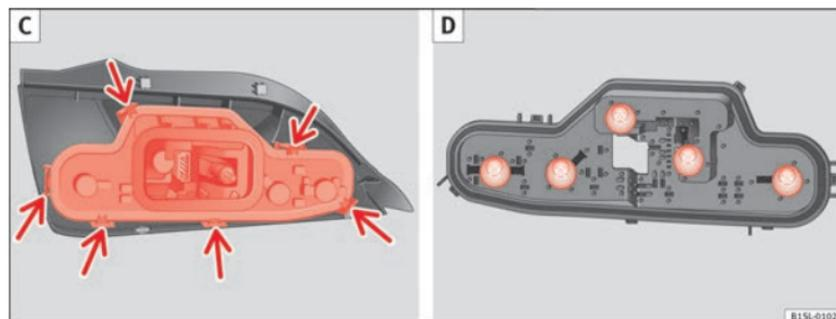

Fig. 156 Gruppo ottico posteriore: C: Smontare il portalampada, D: Smontare le lampadine.
9. Staccare il portalampada nelle linguette (freccia) ⇒ fig. 156 C ed estrarre il portalampada del fanale.
10. Sostituire la lampadina guasta con una lampadina nuova identica ⇒ fig. 156 D.
- Inserire il portalampada nel gruppo ottico posteriore. Le linguette di bloccaggio (freccia) devono incastrarsi emettendo un "clik" ⇒ fig. 156 C.